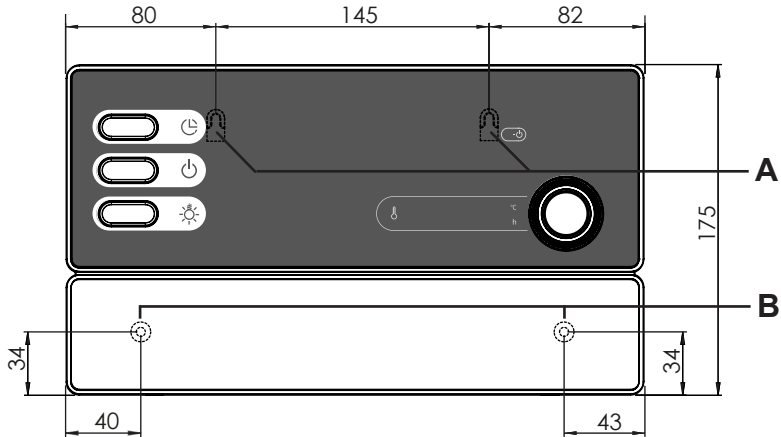

Fig. 1 Posición del dispositivo de suspensión y de los orificios de montaje (medidas en mm)
1. Enrosque dos tornillos con ranura en cruz (16 mm) a aprox. 1,70 m de altura, hasta una distancia de 7 mm a la pared de la sauna. Ambos tornillos deben estar separados entre sí 145 mm (véase **Fig. 1**).
3. Con ayuda del dispositivo de suspensión **A**, cuelgue la unidad de control de sauna sobre los tornillos con ranura en cruz montados previamente (véase la **Fig. 1**).
4. Enrosque los dos tornillos con ranura en cruz (16 mm) en los orificios de fijación inferiores **B** (véase **Fig. 1**).